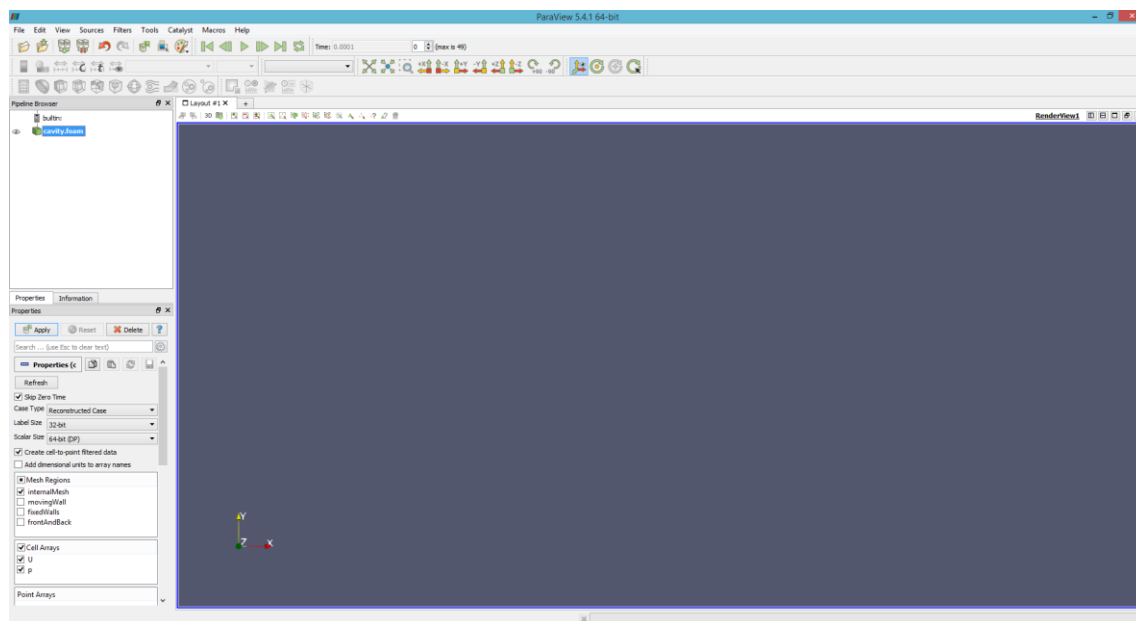

Рис. 20. Окно ParaView.
- Введите paraFoam – запустится программа ParaView, используемая для визуализации решений (рис. 20). Если окно
Перейдите к работе с ParaView (рис. 20).